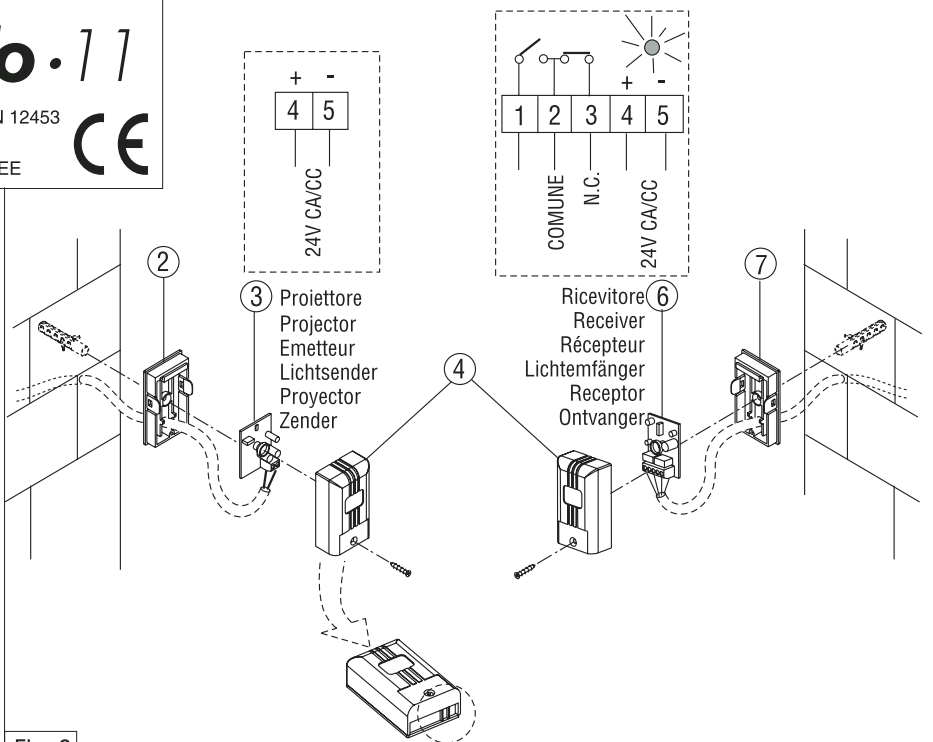

Fig. 2
La fotocellula Trifo 11 è un dispositivo di sicurezza che consente l'arresto o l'inversione del movimento di un ingresso automatizzato quando viene interrotto il fascio di luce infrarossa emessa da un Proiettore (3) (riconoscibile da due tacche sotto la superficie del Contenitore (2) Fig.2), e da un Ricevitore (6). E' presente nel Ricevitore (6) un led rosso interno che si accende quando è interposto un ostacolo che interrompe il fascio di luce emesso, oppure nel caso le fotocellule non siano allineate tra loro.
Fissaggio a parete della Trifo 11 (Fig.2): si deve mettere a nudo il Contenitore (2) e (7), poiché dietro le schede del Ricevitore (6) e del Proiettore (3) c'è il foro di fissaggio mediante tassello a muro, il quale funge anche da indicatore di allineamento per entrambi i componenti: come prima operazione svitare la vite di fissaggio(5) e togliere il coperchio (4), poi estrarre la scheda (3) allargando le due linguette laterali del fondo contenitore (2).
La cellule photoélectrique Trifo 11 est un dispositif électronique de sécurité qui permet l'arrêt ou l'inversion du mouvement du portail automatique lorsque le faisceau de lumière est interrompu par un obstacle émis par un émetteur (3) - on peut distinguer l'émetteur par deux entailles au-dessous du boîtier (2) Fig. 2- et par un récepteur (6). Dans le récepteur (6) une led rouge interne s'allume lorsque le faisceau est interrompu ou dans le cas les cellules photoélectriques ne sont pas bien alignées.
Fixation murale de la cellule Trifo 11 (Fig. 2): il faut mettre à nu le boîtier (2) et (7), en retirant les cartes (6) et (3) car la fixation des boîtiers de l'émetteur et du récepteur se fait par un trou de fixation au moyen d'une cheville au mur qui sert d'indication pour l'alignement pour les deux composants; la première opération à faire est dévisser la vis de fixation (5) et enlever le couvercle (4), puis tirer la carte (3) en écartant les deux entailles dans le fond du boîtier (2).
Die Lichtschranke Trifo 11 ist eine Sicherheitsvorrichtung, die das Halten oder die Umkehrung der Bewegung der automatisierten Zufahrt erlaubt, wird der infrarote Lichtstrahl, der von dem Lichtsender (3) - durch zwei Einschnitte unter dem Gehäuse erkennbar (2) Abb. 2 - zu einem Lichtempfänger (6) ausgesandt wird, unterbrochen. Im Lichtempfänger (6) befindet sich eine rote Linnele, die aufleuchtet, wenn ein Hindernis den Lichtstrahl unterbricht oder wenn die Fotozellen nicht gut miteinander ausgerichtet sind.
Wandmontage der Trifo 11 (Abb. 2): Die Gehäuse (2) und (7) abmontieren, da die Befestigung der Fotozelle hinter der Empfänger- (6) und Sender-Platine (3) durch einen Wanddübel erfolgt, der auch als Ausrichtungsanzeiger für beide Komponenten dient. Zuerst die Befestigungsschraube (5) lösen und den Deckel (4) entfernen, danach die Platine (3) herausziehen, indem die seitlichen Klappen der Hinterseite (2) des Gehäuses ausgebreitet werden.